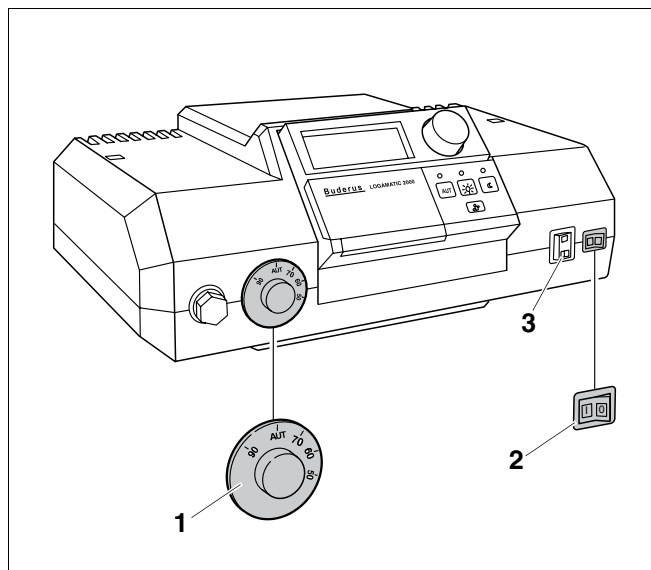
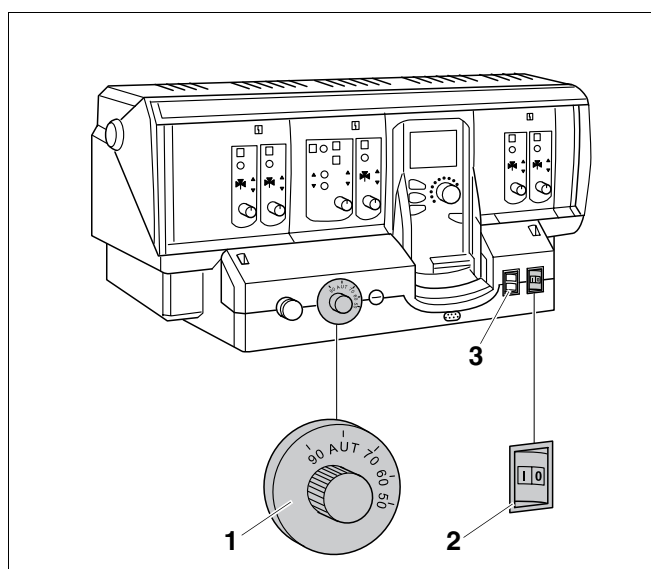

Рис. 3 Система управления (здесь: Logamatic 2107)
Рис. 4 Система управления (здесь: Logamatic 4211)
Включите отопительный котел на системе управления рис. 3 и рис. 4. При включении системы управления запустите горелку в автоматическом режиме. Затем горелка может стартовать от системы управления. Дальнейшую информацию по этому вопросу Вы найдете в соответствующей инструкции по эксплуатации системы управления.
- Установите пусковой выключатель (рис. 3, поз. 2 ирис. 4, поз. 2) в положение "I" (ВКЛ.).
- Установите регулятор температуры котловой воды (рис. 3, поз. 1 и рис. 4, поз. 1) в положение "AUT". При работе в режиме поддержания постоянной температуры установите нужную температуру (минимум 65 °C).
- Установите пусковой выключатель (рис. 3, поз. 2 и рис. 4, поз. 2, стр. 9) в положение "0" (ВЫКЛ.)